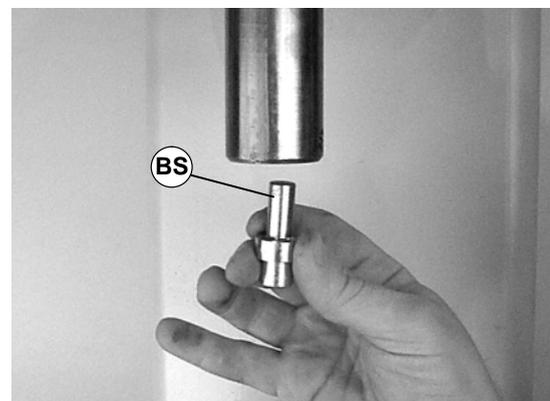

Abbildung 51
2. Das Lagereinbauwerkzeug in die (Teilnr. 25-10☆) (BS siehe Abbildung 51) in den Dornpresse oder einem ähnlichen Gerät installieren.